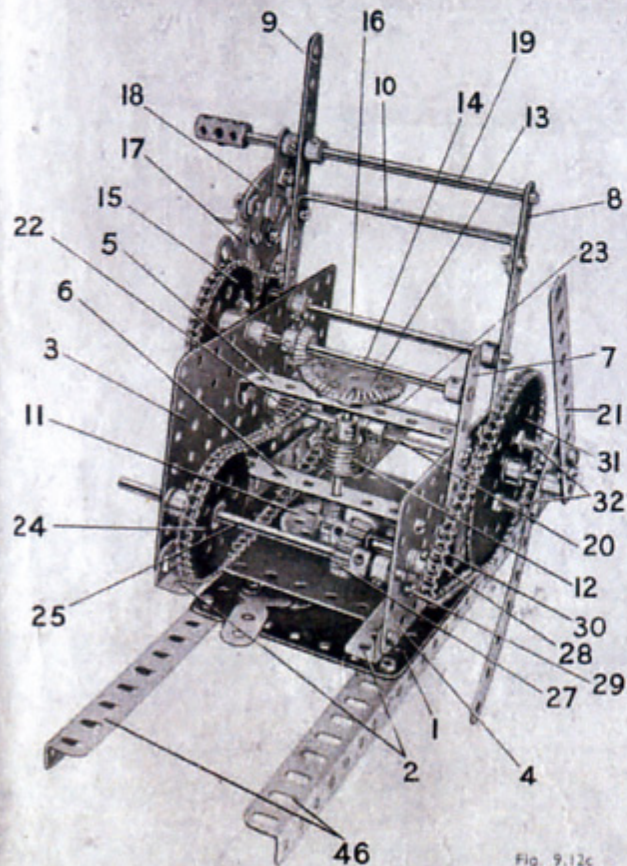

Fig. 9.12c
L'entraînement est fourni par un moteur à ressort N° 1A (1) boulonné sur deux cornières de 25 trous. Deux cornières de 15 trous (2) sont boulonnées sur le flasque supérieur du moteur, et sur ces cornières sont fixées une plaque sans rebords de 14 x 9 cm. (3) et une plaque sans rebords de 14 x 6 cm. (4). Entre ces plaques sont fixées deux bandes coudées de 90 x 12 mm. (5) et (6) (Fig. 9.12c), et sur la plaque de 14 x 6 cm. est fixée une bande de 6 trous (7) par le moyen des mêmes boulons qui fixent les bandes coudées sur cette plaque. Une bande de 9 trous (8) est également boulonnée à cette plaque, et une bande de 11 trous (9) à la plaque sans rebords de 14 x 9 cm. Entre ces deux bandes est boulonnée une autre bande coudée de 90 x 12 mm. (10).